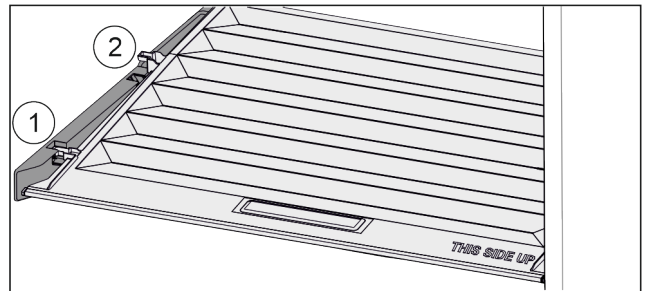

Fig. 36
- ▶ Deslice la tapa hacia delante hasta la abertura de las piezas de sujeción Fig. 36 (1).
- ▶ Levántela por detrás desde abajo y retírela tirando hacia arriba Fig. 36 (2).